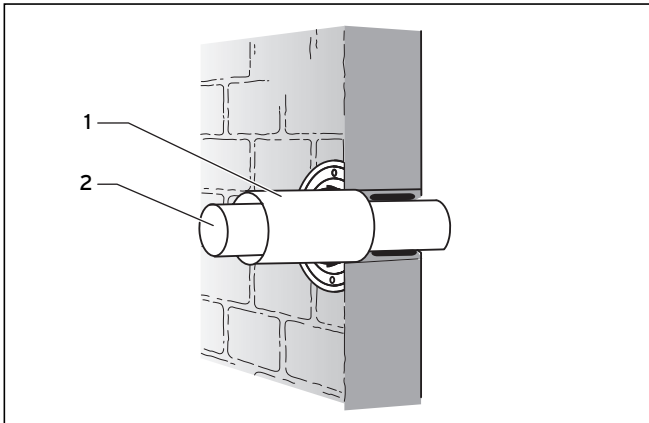

Abb. 4.10 Anschluss montieren
- Kürzen Sie das Luft-/Abgasrohr gemäß Abbildung 4.10.